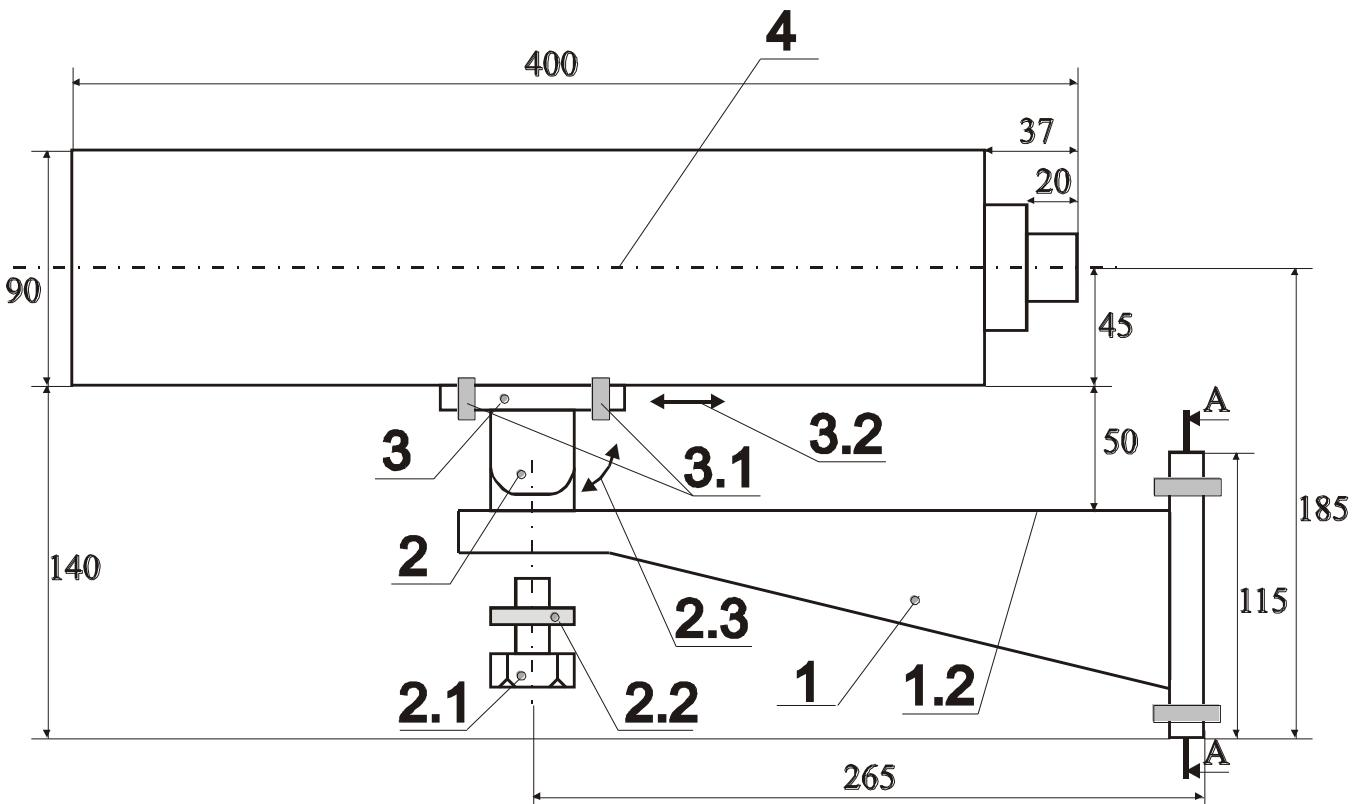

Рис.4. Схема крепления кронштейна БИ
– Сварить установочную консоль (или балку) для крепления кронштейна БИ (оси БИ) на одной оптической оси с вваренными монтажными трубами. Монтажная плоскость кронштейна должна быть параллельна оптической оси и быть удалена от нее на (90 ± 2) мм. Закрепить кронштейн 4-мя болтами M8 к консоли. Расположение крепежных отверстий на консоли должно обеспечивать установку оси БИ на оптической оси вваренных в газоход монтажных труб (см. рис. 4).